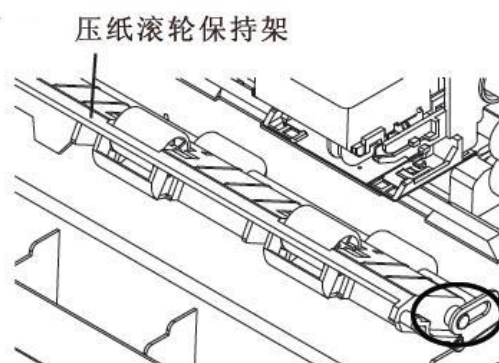

图 3
- 3) 如图 3 所示将压纸滚轮保持架水平向外拉至最大限度, 再向上翻转至图示位置, 并将打印头向左移动到靠近左机架约1厘米处。